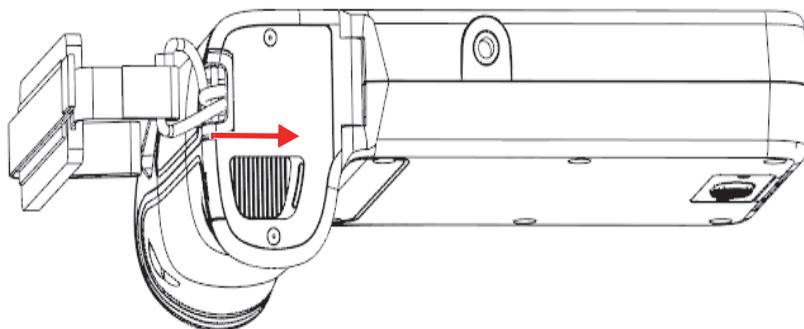

图 4-1 电池舱盖上的门锁按钮
1. 将电池舱盖朝上，放置 EPOCH 6LT 仪器，如第 37 页的图 4-1 所示。